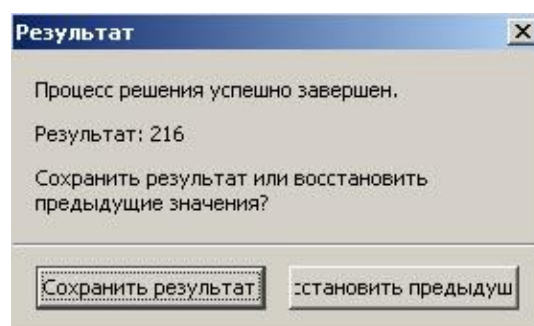

Рис. 2. Диалоговое окно **Результат**
11. По завершении оптимизации откроется диалоговое окно **Результат** (рис. 2).